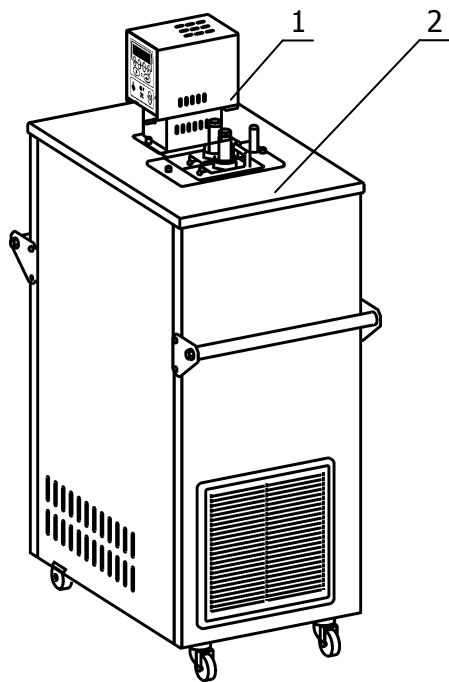

Рисунок 1 — Внешний вид термостата
1.4.2 Конструкция термостата состоит из блока регулирования температуры 1 и корпуса 2 (рисунок 1), внутри которого расположены рабочая ванна и холодильная машина.